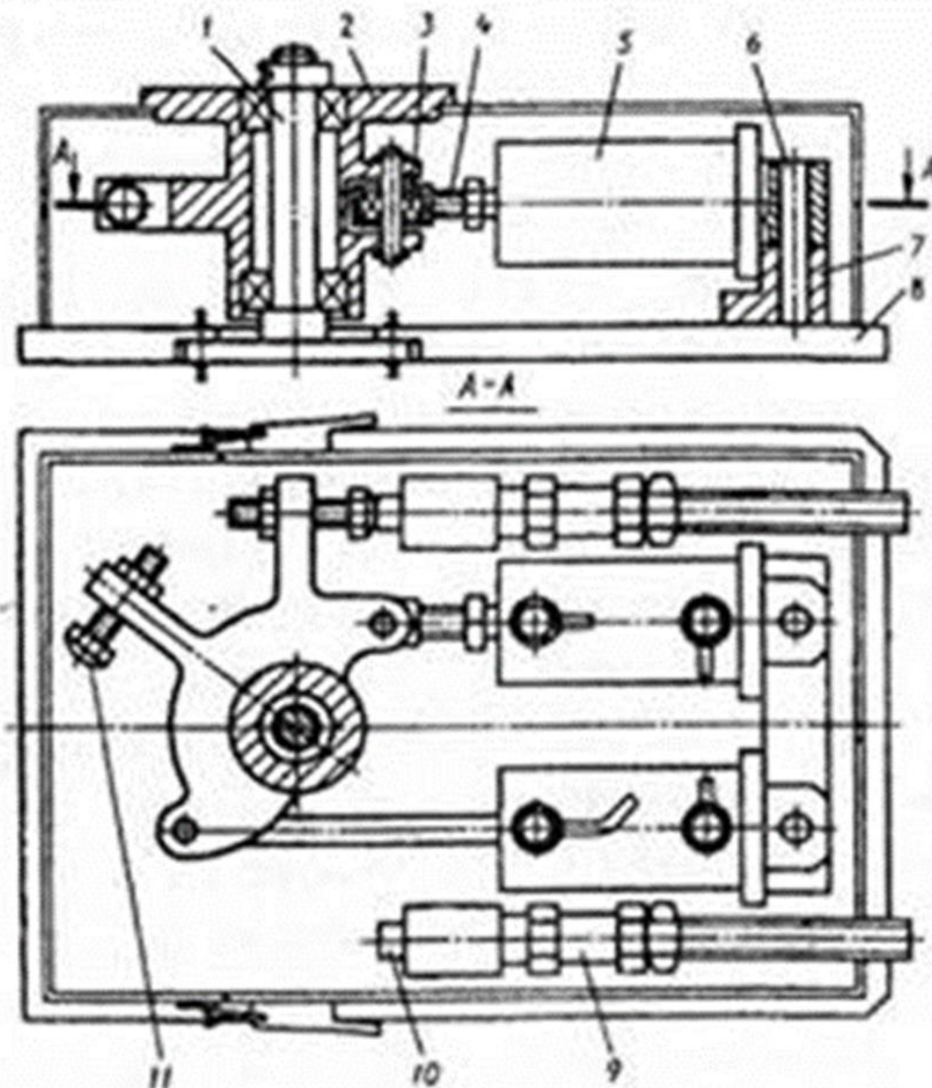
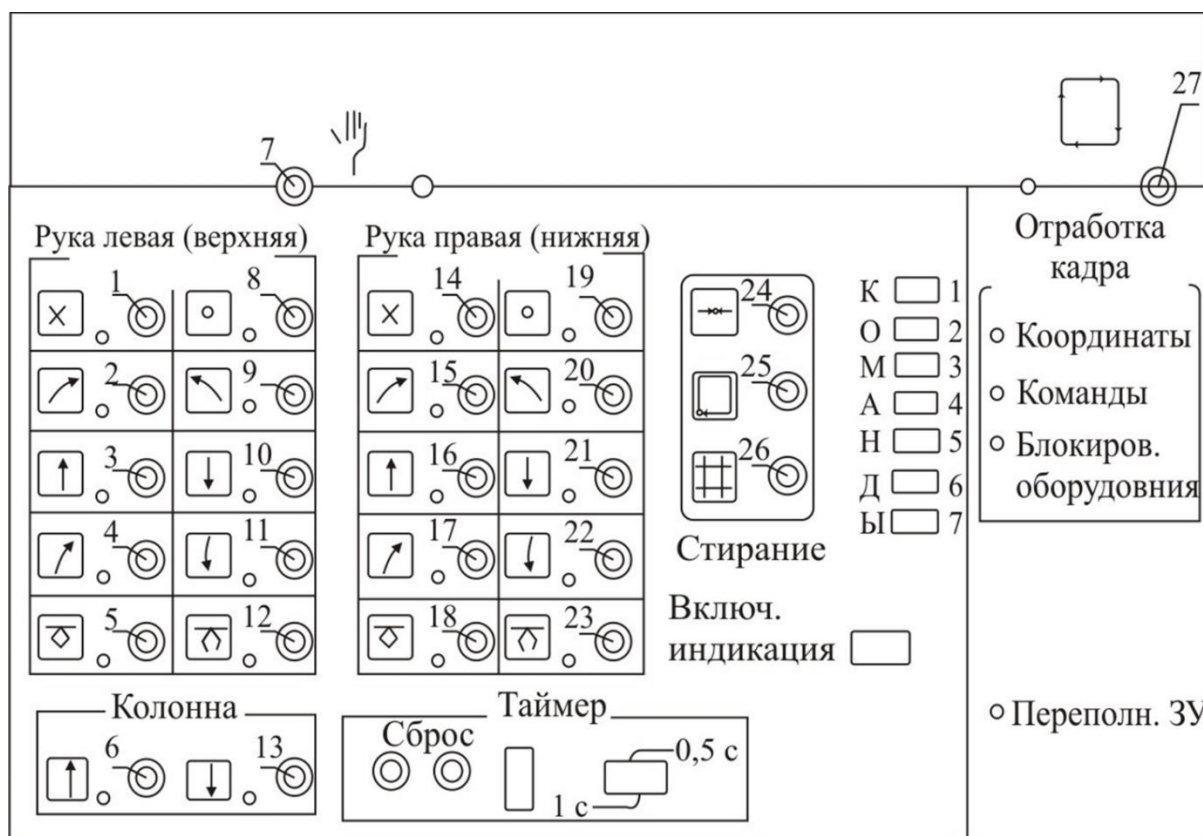

Рис. 2.3. Модуль поворота робота РФ202м:
Рис. 2.6. Передняя панель устройства управления робота РФ-202М
Модуль поворота (рис. 2.3) является основанием манипулятора и состоит из следующих узлов и деталей. На основании 8 с помощью кронштейна 7 и оси 6 шарнирно закреплены два пневмоцилиндра двустороннего действия 5, а штоки 4 пневмоцилиндров связаны через подшипники 3 с корпусом 2. Последний установлен в роликовых подшипниках оси 1, Оси 10 демпфера поворота 9 контактируют с электромагнитом. На корпусе 2 имеются регулируемые упоры 11.
6. Произвести стирание ранее записанной информации. Для чего при нажатой кнопке «Стирание» нажать и отпустить кнопку 26 (см. рис. 2.6) «Запись».
8. Нажать поочередно кнопки 2, 9, 15, 20 (см. рис. 2.6). Убедившись в исправности работы демпфера (отсутствие удавов), довести давление в системе до 0,4 Мпа. При необходимости отрегулировать демпфер вращением цилиндра 9 с помощью цанги (см. рис. 2.3). Регулировку производить при наименьшем выдвигании руки манипулятора.
9. Проверить работу СУ в ручном режиме. Для этого нажимать кнопки 1-23 (см. рис. 2.6), соответствующие определенным координатам. При этом должны загораться лампочки, указывающие координаты (около кнопок).
11. Сбросить на индикаторе цифру, нажав кнопку 28 (см. рис. 2.6) «Сброс».
2. При нажатой кнопке 31(см. рис. 2.6) «Стирание» нажать и отпустить кнопку 26 «Запись» S10 (таблица 2.1).